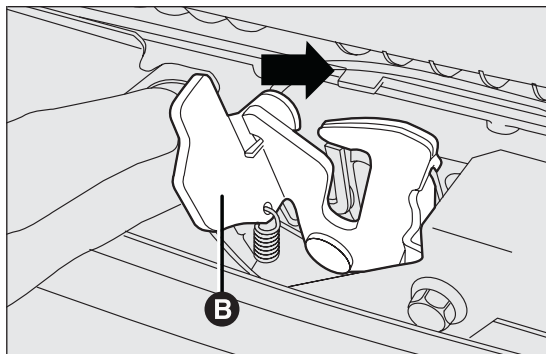

Abb. 60
- ☐ Den Hebel B Abb. 60 wie in Abbildung nach rechts schieben